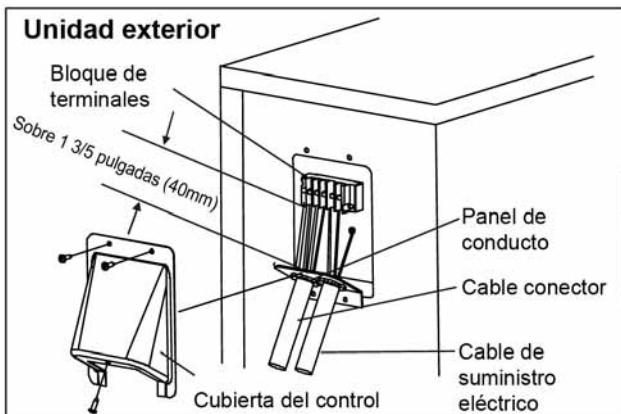

FIGURA 23A
- Retire la cubierta del tablero de control eléctrico de la unidad exterior aflojando el tornillo como se ve en la figura 23A.